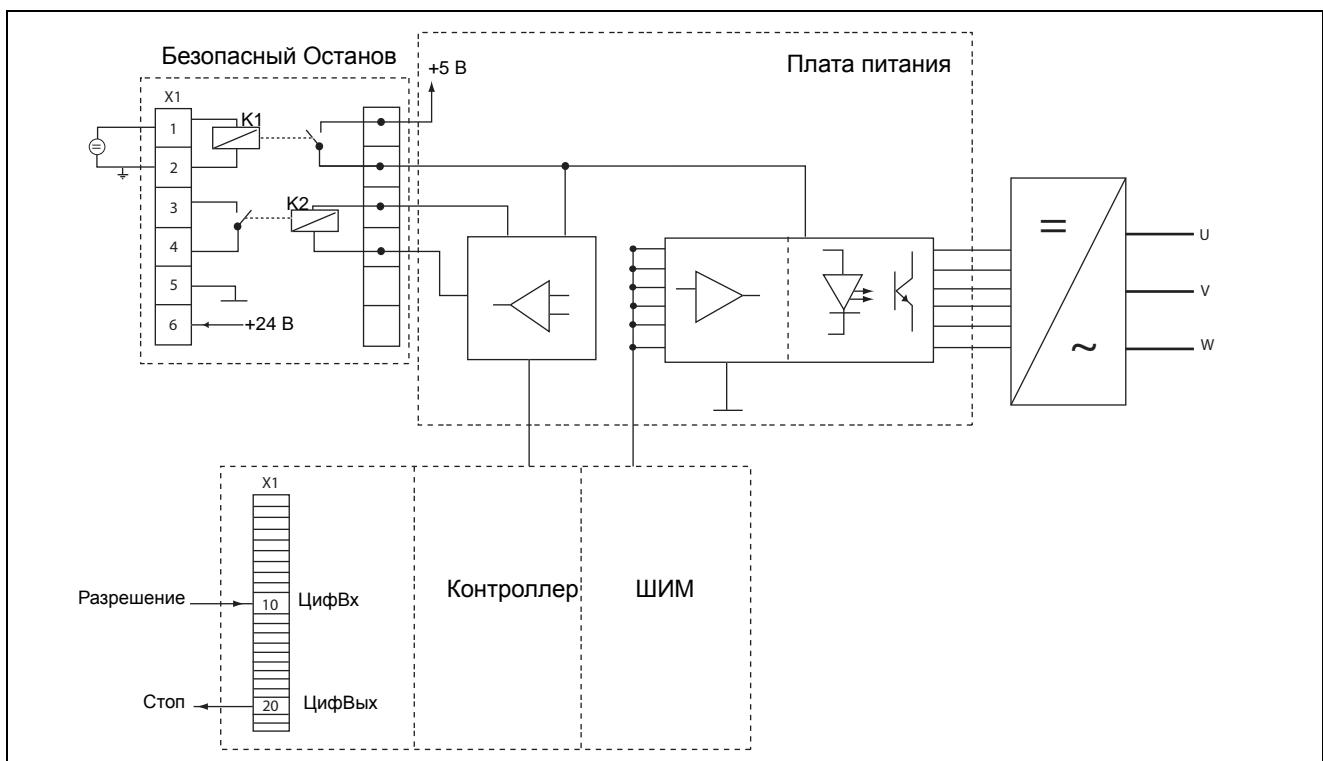

Рис. 126
- На плате расширений Безопасного Останова необходимо активировать вход "Блокировка", подключив к клеммам 1 (Блокировка +) и 2 (Блокировка -) подключив источник 24 В постоянного тока, таким образом получит питание защитное реле K1, что в свою очередь деблокирует цепи управления выходными модулями. См. также Рис. 126.
- Высокий уровень сигнала на цифровом входе, например клемма 10 на Рис. 126, для которой установлено значение "Разрешение". Для получения информации о настройке цифрового входа см. раздел 11.5.2, страница 132.
Чтобы отследить функцию "Разрешение", можно воспользоваться выбором "Работа" на цифровом выходе, например ЦифВых1, что соответствует клемме 20 в примере на Рис. 126, см. раздел 11.5.4, страница 138 [540].